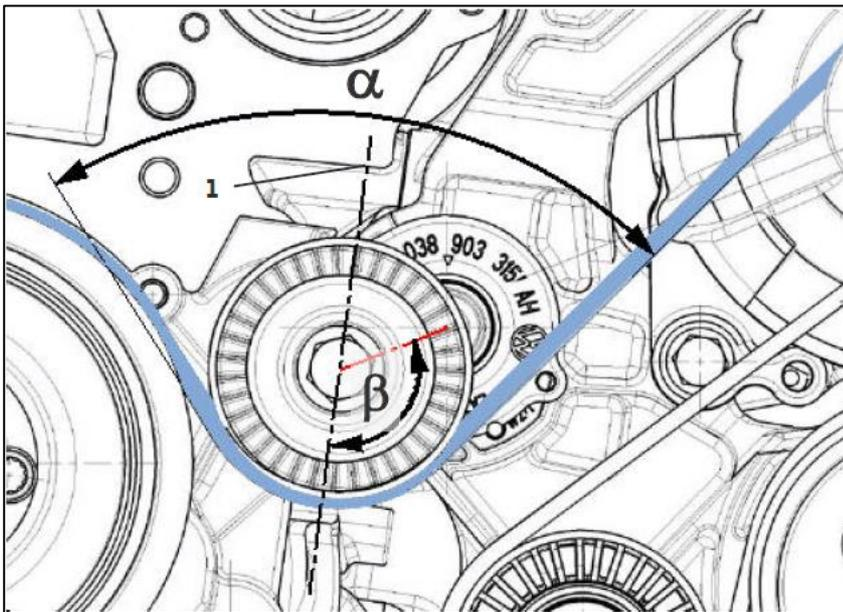

Fig. 9: Andamento della cinghia attorno al tendicinghia
Un andamento della cinghia diverso da quello di serie, che prevede il passaggio della cinghia sul rullo di inversione del tendicinghia, può avere forti effetti negativi sul funzionamento del tendicinghia. La bisettrice (1) tra il tratto ascendente e il tratto discendente della cinghia nel campo di lavoro dovrebbe essere quasi perpendicolare ($\beta \approx 90^\circ$) al braccio della leva del tendicinghia. (Fig. 9)